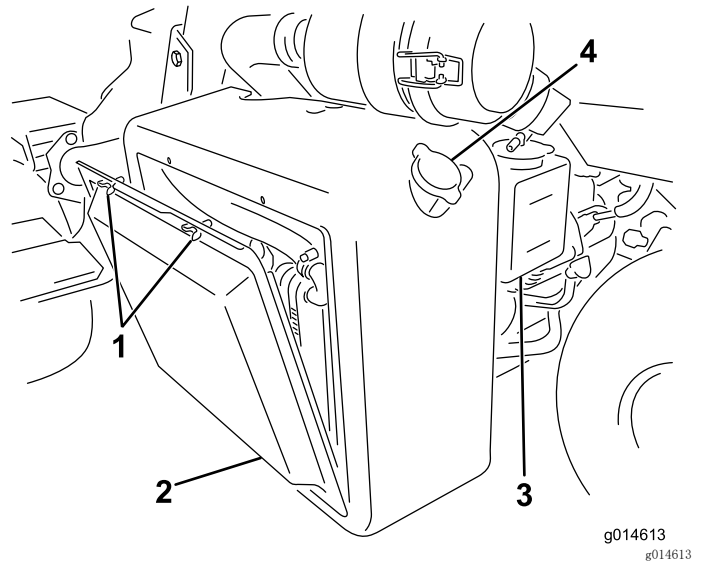
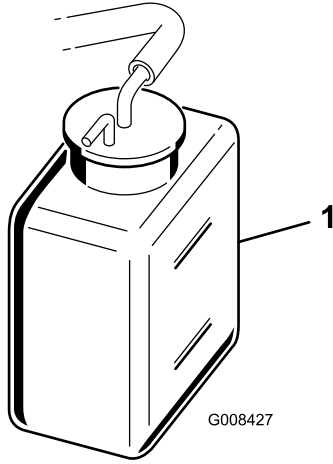

图37
图38
1. 拆下散热器吸风滤网（图37）。
2. 检查冷却液液位（图37 和图38）。